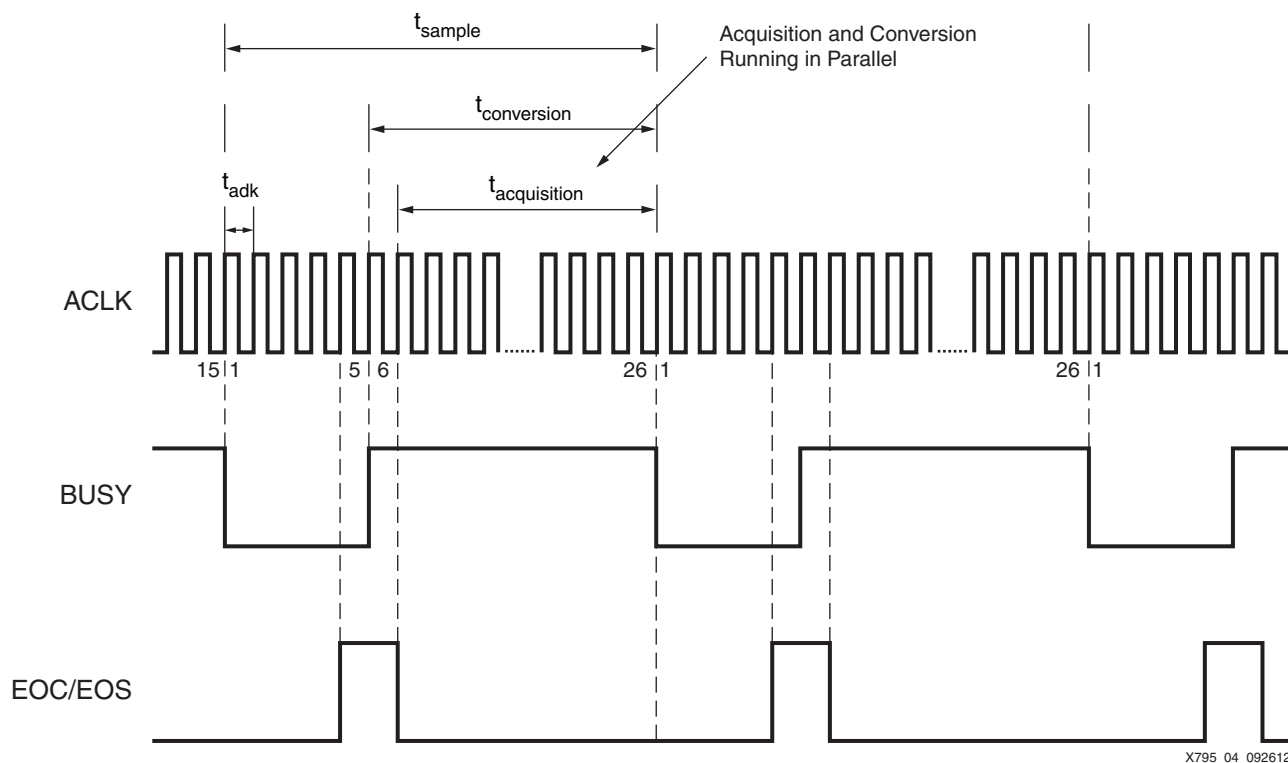

図 4 : アキュイジション時間と変換時間のタイミング図
この問題を解決するため、XADC では変換とアキュイジションを同時進行させることにより、サンプリング期間全体の 75% 以上をアキュイジション時間として利用できるようにしています (図 4)。このようにすることで XADC を駆動するアナログ フロントエンドの要件は大幅に緩和されます。その利点については、後のセクションで各ユース ケースを解析する際に具体的に説明します。
1. スイッチ S1 および S2 は、4 ページの図 4 に示す  $t_{\text{acquisition}}$  の変換期間中は閉じている必要があります。